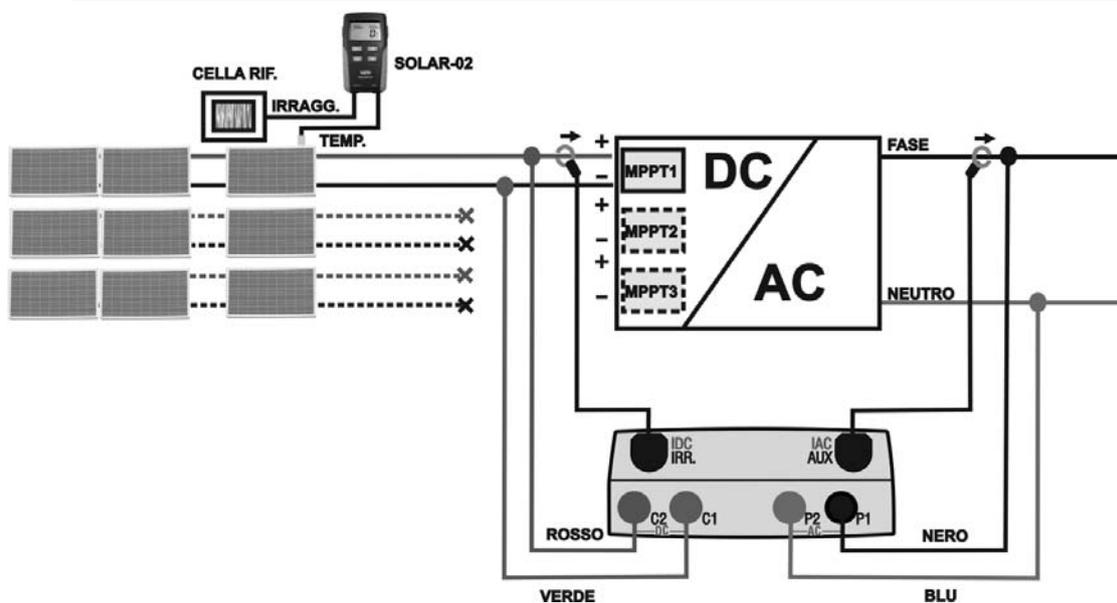

Fig. 4: Ligação do instrumento para o teste em instalações FV Monofásicas
5. No caso de inversores equipados com mais do que um rastreador de energia (MPPT) **deixar ligada apenas a bateria de painéis (stringa) correspondente ao primeiro MPPT** como se mostra na Fig. 4. Será depois necessário repetir as operações a seguir indicadas deixando ligada apenas a bateria de painéis ligada ao segundo MPPT, ao terceiro, etc.
8. Ligar as entradas **C2** e **C1** respetivamente aos pólos positivo e negativo da saída da bateria de painéis (stringa). Ligar as entradas **P1**, **P2** aos condutores de Fase e Neutro respeitando as cores indicadas na Fig. 4
10. Ligar a pinça de corrente CC ao condutor positivo na saída da bateria de painéis (stringa) **respeitando o sentido da seta** existente na referida pinça conforme o indicado na Fig. 4. Colocar a pinça o mais afastado possível do inverter e evitar que o toróide esteja nas proximidades do condutor negativo.
11. Ligar a pinça CA ao condutor de Fase L1 **respeitando o sentido da seta** existente na referida pinça conforme o indicado na Fig. 4. Colocar a pinça o mais afastado possível do inverter e evitar que o toróide esteja nas proximidades do condutor Neutro. Ligar a saída da pinça à entrada **ICA** do instrumento.